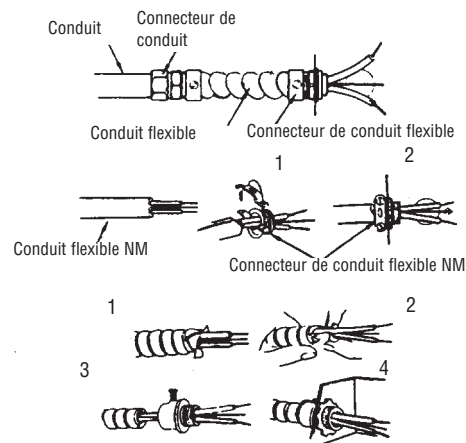

Figure 2 - Connecteurs, câble et matériel utilisés pour connecter l'UH-524TA
REMARQUE : Pour certaines applications un conduit peut être nécessaire (voir la Figure 2). Vérifiez le contenu des normes électriques locales. Si le câblage passe dans un conduit, assurez-vous qu'il y aura assez de conduit flexible pour pouvoir tourner le radiateur si nécessaire.
2. Branchez les connecteurs de câble sur l'appareil (Voir la Figure 2) en glissez le fil calibre 10 dans le connecteur de câble. Tirez suffisamment de fil dans le connecteur pour pouvoir réaliser les raccordements.